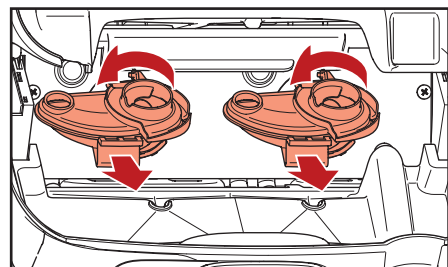

Bild 5.10 - Avlägsna blandningsskålarna
- b. Roter blandningsbunkarna moturs för att lossa dem och dra för att ta bort dem (bild 5.10).